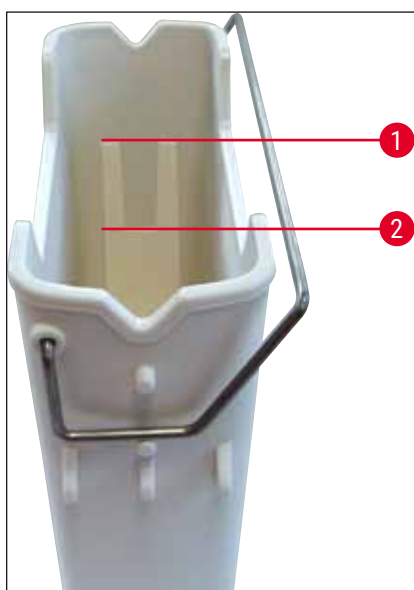
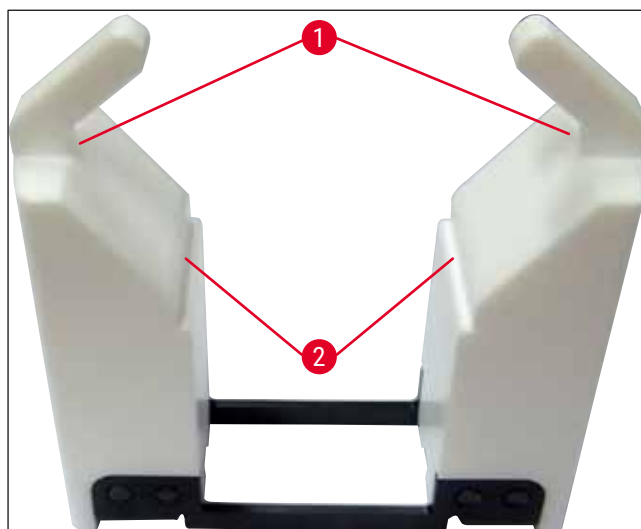

Fig. 65
Fig. 66
Controllare che la maniglia delle cuvette sia posizionata correttamente sulla cuvette per reagenti. In caso contrario, fissare la maniglia come da (→ "Fig. 65").
- In fase di riempimento dei due tipi di contenitore per reagente, osservare le tacche di livello situate all'interno delle cuvette per reagenti (→ "Fig. 65") (→ "Fig. 66").
- Se nelle cuvette per reagenti sono utilizzati inserti per colorazioni speciali (→ "Fig. 66"), per ridurre il volume del reagente, inserire prima gli inserti nella cuvette per reagenti e poi riempire fino ad almeno il livello minimo indicato (→ "Fig. 66-2"), senza superare però il livello massimo (→ "Fig. 66-1").